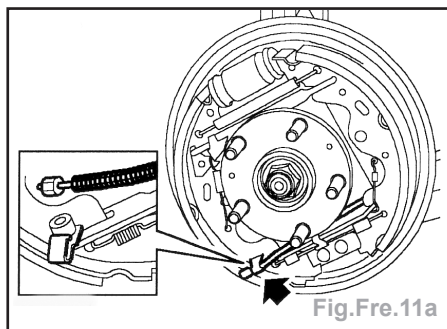

Fig.Fre.11a
- Dégager le câble de frein à main du levier du segment de frein (Fig.Fre.11a).